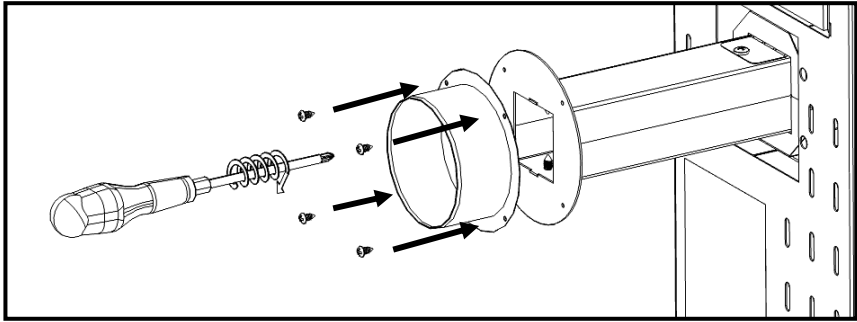

Figura 91 - Colocación de la boca de salida de aire en la estufa
n) Una vez concluida la instalación eléctrica y antes de proceder al montaje del lateral, quite la lengüeta de bloqueo del registro de aire canalizable, aflojando los tornillos que la sujetan a la cámara de combustión, como se muestra en la Figura 91.